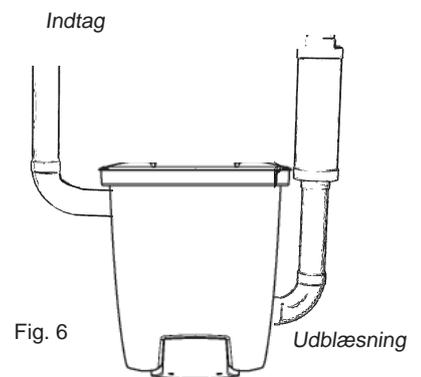

Fig. 6
5. Sæt udstansningsproppen på det udtag, som støvsugerrørets sokkel før sad i. Brug de fire skruer til at holde den på plads. Udblæsningsrøret skal sættes godt fast til væggen for at sikre, at den ikke løsriver sig fra soklen. Husk, at du skal kunne dreje det bøjede rør i forskellige retninger for at sikre en passende rørplanlægning. Forbind derefter udblæsningsrøret og lyd-dæmperen, Fig. 6. Monter centralstøvsugeren, så udblæsningsrøret bliver så kort som muligt, maks. 5 meter. Tag omgivelserne med i betragtning, når du placerer udblæsningen. Derfor bør der altid monteres en lyd-dæmper.